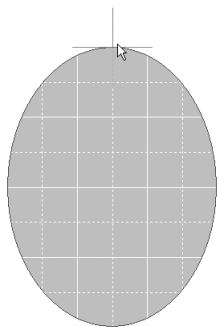

图 3-51 绘制完成的椭圆
3) 此时光标移到椭圆的上顶点处, 垂直拖动鼠标改变椭圆垂直轴的长短, 在合适的位置单击鼠标, 完成一个椭圆的绘制, 如图 3-51 所示。